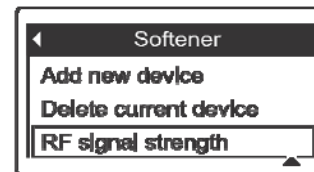

РИС. 100
2. Нажать кнопку ВЫБОР (O) для отображения меню устройства.
3. Нажать кнопку ВНИЗ (▼) и прокрутить опции меню до подсветки надписи в рамке **Интенсивность ВЧ сигнала** (См. Рисунок 100).